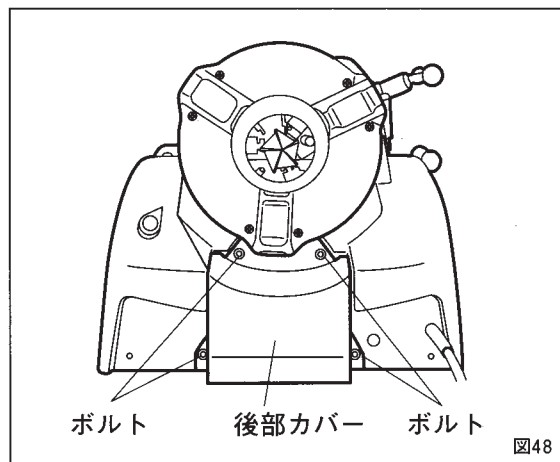

図48
- ① 後部カバーの4ヶ所のボルトを取り外してください。(図48)